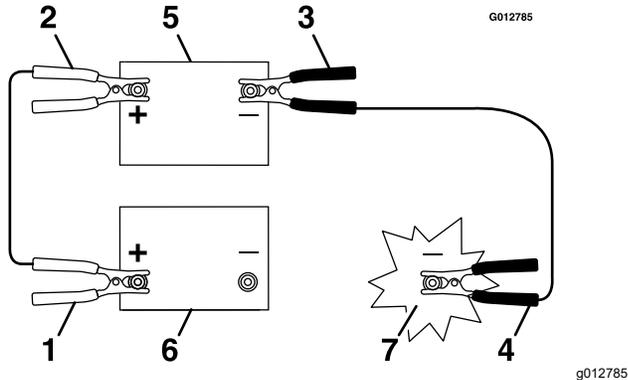

Figura 84
2. Deslice cuidadosamente hacia atrás el capuchón aislante del cable positivo de la batería (Figura 84).
- Conecte la abrazadera del cable positivo (+) (rojo) al borne positivo (+) de la batería descargada (Figura 84).